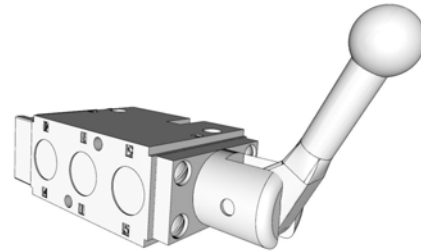

FIG. 16
- Palanca activada: El carrete recibe alimentación (FIG. 16).